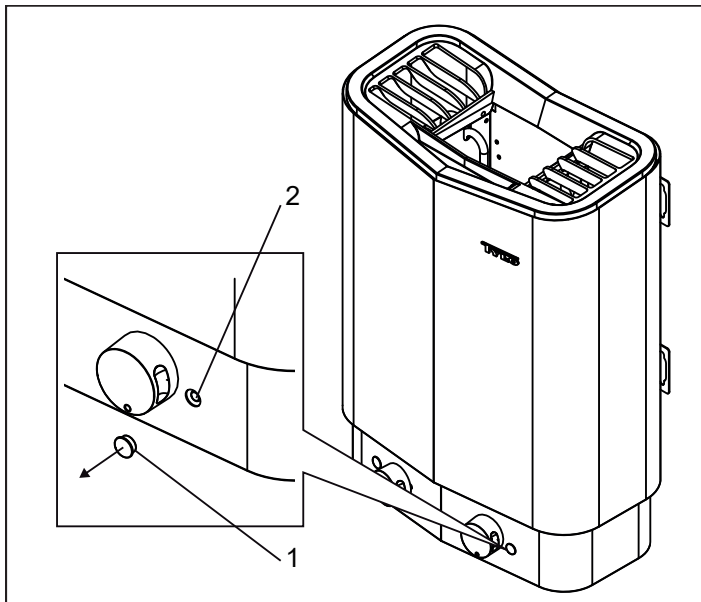

Abbildung 5: Zurücksetzen des Überhitzungsschutzes
Der Überhitzungsschutz in der Heizung soll verhindern, dass Bauteile, Heizstäbe und Hölzer in der Sauna zu heiß werden. Wird der Überhitzungsschutz ausgelöst, muss er zurückgesetzt werden, bevor die Heizung wieder eingeschaltet werden kann. Vor dem Zurücksetzen des Überhitzungsschutzes ist die Ursache für die Überhitzung zu ermitteln. Entfernen Sie vor dem Zurücksetzen des Überhitzungsschutzes den Absteckstopfen (1) (siehe Abb. 5) und drücken Sie ihn herunter (2), bis ein Klicken zu hören ist.